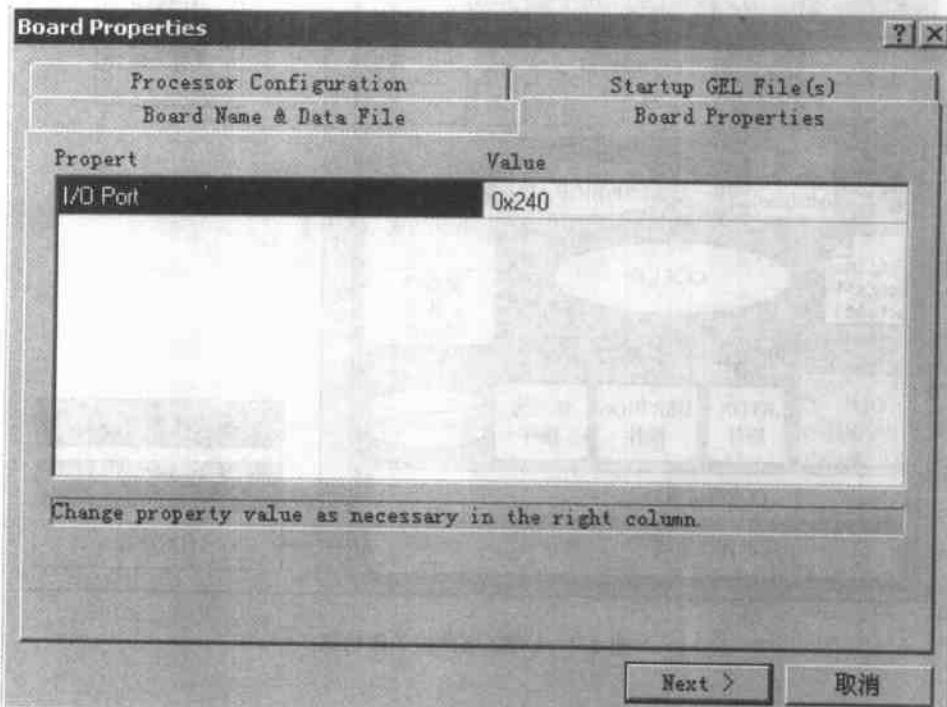

图 1.7 属性设置对话框
(4) 双击 Heterogeneous Multi - Target (Texas Instruments), 出现如图 1.7 所示的属性设置对话框, 单击 Board Properties 标签, 设置 I/O 端口, 这里为 0x240。
(5) 单击图 1.7 中的 Processor Configuration 标签,单击 Add Single 按钮将 CPU - 1 加入配置,单击 Finish 按钮结束。
(6) 执行菜单命令 File→Save,保存设置,使配置生效。